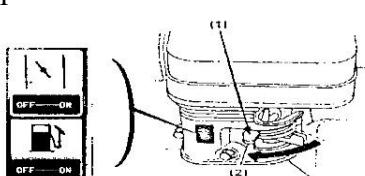

Рис.7
- Закройте воздушную заслонку (установите рычаг в положение «CLOSE») (см. рис.7).